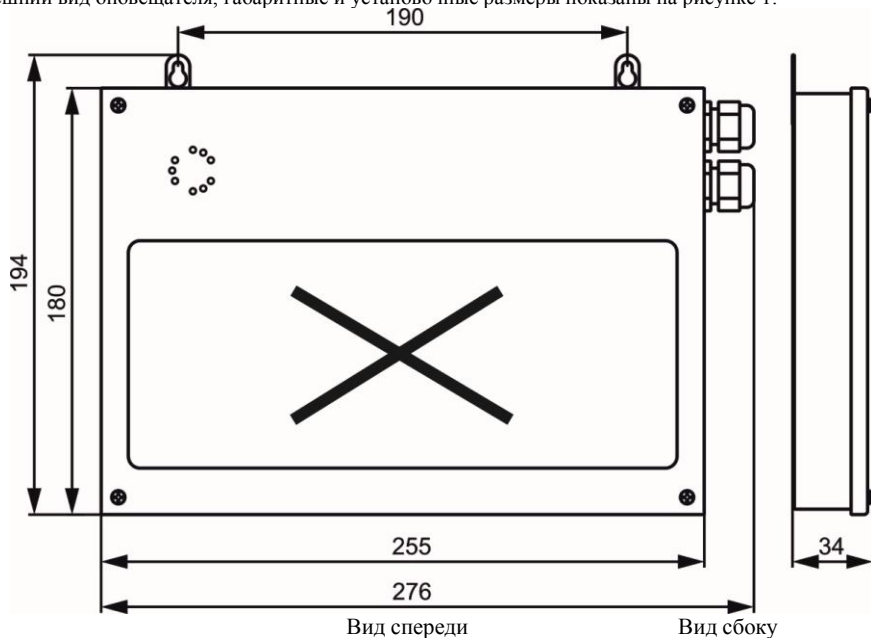

Рис. 1 Внешний вид, габаритные и установочные размеры корпуса оповещателя
Габаритные размеры, мм	см. рисунок 1
- согласно установочным размерам (см. рисунок 1) просверлить в стене два отверстия, вставить в них дюбеля и вкрутить шурупы;